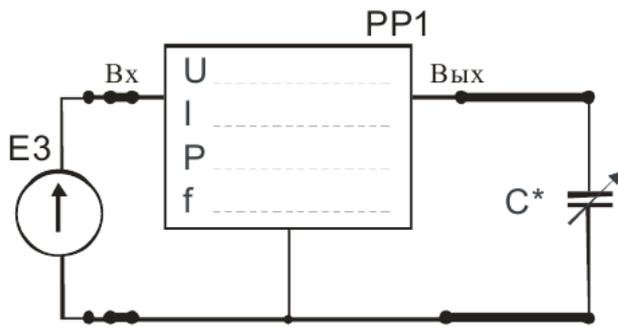

Рис. 2
2.3. Для определения величины емкости конденсатора собрать схему по рис. 2. В качестве исследуемого конденсатора  $C^*$